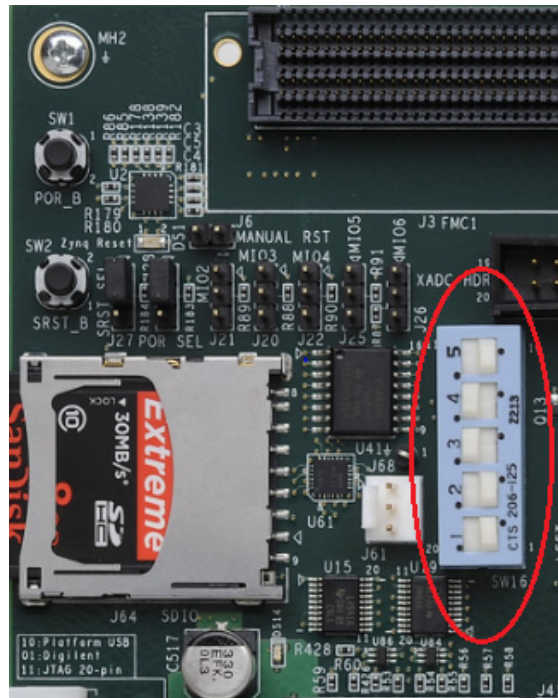

図 5-6: SD カードから Linux をブートする際に必要なジャンパーの設定
1. 図 5-6 に示すように SW16 スイッチの設定を変更します。